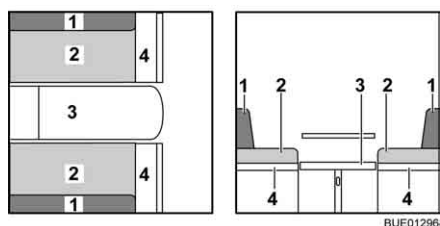

Fig. 123 Durante la trasformazione
- Allargare il sedile (Fig. 123,4).
- Rimuovere i cuscini dello schienale (Fig. 123,1) e riporli.
- Tirare i cuscini del divano (Fig. 123,2) verso il centro.